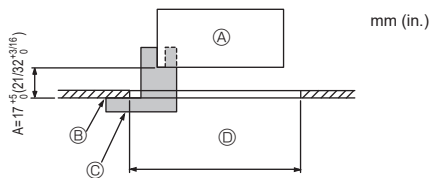
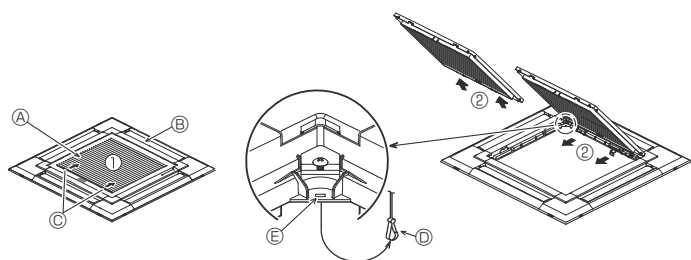
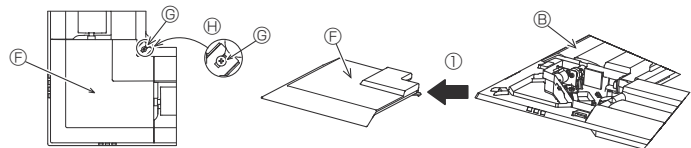

Fig. 9-2
Fig. 9-3
Fig. 9-4
①	Grille	1	950 × 950 (mm), 37-3/8 × 37-3/8 (in.)
②	Schéma d'installation	1	(divisé en 4 parties)
③	Vis (4 × 16)	1	pour PLA-AE-NL
④	Panneau en coin i-see Sensor	1	pour PLA-AE-NL
9.2. Préparation avant d'attacher la grille (Fig. 9-2)
- À l'aide de la jauge ② fournie avec ce kit, ajustez et vérifiez la position de l'appareil principal par rapport au plafond. Si l'appareil principal n'est pas correctement positionné par rapport au plafond, des fuites d'air peuvent se produire et provoquer un phénomène de condensation.
- ④ Appareil principal
- ② Surface du plafond
- ③ Schéma d'installation ② (inséré dans l'appareil principal)
- ⑤ Dimensions de l'ouverture dans le plafond
9.2.1. Retrait de la grille d'admission (Fig. 9-3)
- Pour ouvrir la grille d'admission, faire glisser les leviers dans le sens indiqué par la flèche ①.
- Lorsque la grille se trouve en position "ouverte", retirer la charnière de la grille d'admission comme indiqué par la flèche ②.
9.2.2. Retrait du panneau en coin (Fig. 9-4)
- Dévissez les 4 vis de coin. Pour retirer le panneau, faites-le glisser dans le sens indiqué par la flèche ①.
[Fig. 9-3] [Fig. 9-4]